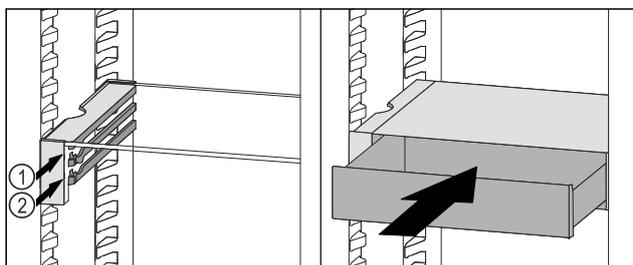

Fig. 95
- ▶ Поставете чекмеджето на VarioSafe зад ограничителите върху желаното ребро Fig. 95 (1) или Fig. 95 (2).